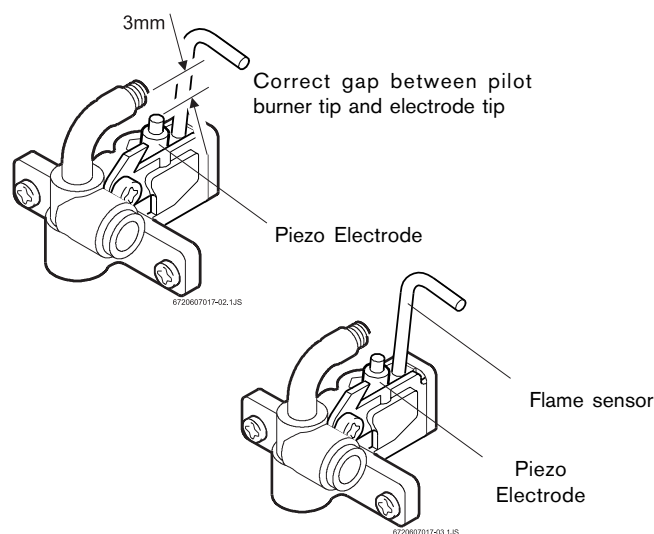

Fig. 12 - Llama piloto normal
Llama piloto: la llama piloto debe ser azul, potente y limpia, y debe ser semejante a la representada en la Fig. 12. Si la llama es débil y amarilla, puede que haya que limpiar o efectuar el servicio técnico del orificio del quemador piloto. La llama piloto debe ser aproximadamente de 2 pulgadas de longitud, y debe extenderse más allá del sensor de llama. Si la llama es demasiado corta no alcanzará el sensor de llama y no se encenderán los quemadores.
1. Compruebe que el sensor de llama esté en la posición correcta. Véase la Fig. 12.